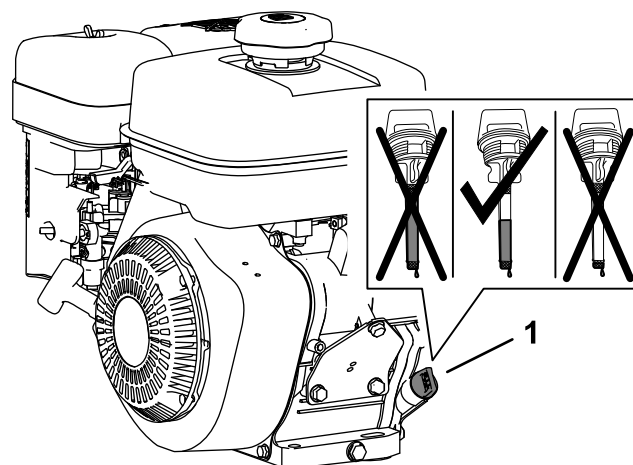

Figura 10
1. Togliete l'asta di livello dal collo del bocchettone del motore e pulitela con un panno (Figura 10).
2. Versate lentamente 0,6 litri dell'olio specificato nella coppa dell'olio del motore attraverso il collo del bocchettone (Figura 10).
4. Togliete l'asta di livello dal collo del bocchettone e osservate il livello dell'olio sull'asta (Figura 10).
Nota: Il livello dell'olio motore deve coprire l'area tra i punti indicati con tacche sull'asta (Figura 10).
- Serrate manualmente l'asta di livello nel collo del bocchettone (Figura 10).